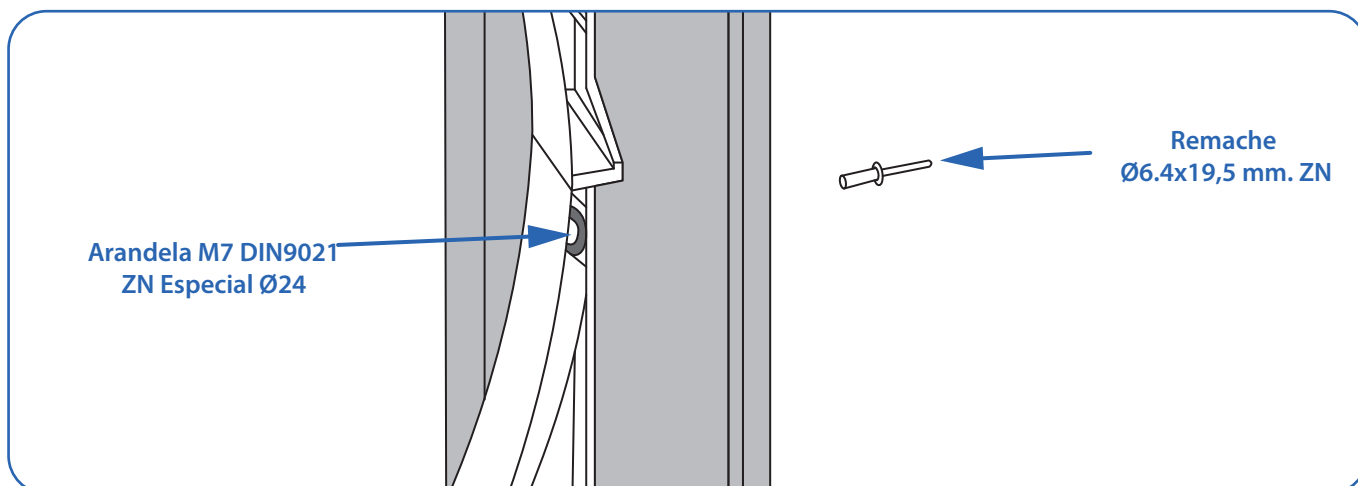
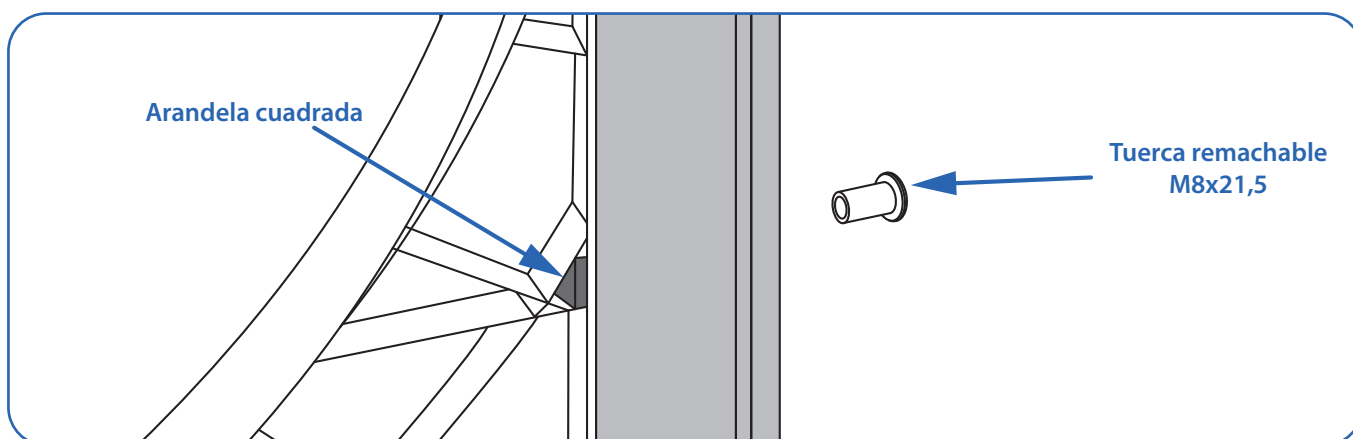

Fig. 21. Sujeción de la virola a la estructura mediante remache Ø6.4x19,5 mm. ZN.
Fig. 22. Sujeción de la virola a la estructura mediante tuerca remachable M8x21,5.
- Se sujeta la virola a la estructura con los remaches $\text{Ø}6.4 \times 19,5$ mm. ZN [10] donde anteriormente se han puesto las arandelas M7 DIN9021 [08] en la virola (Fig.21). Y posteriormente, se colocan las tuercas remachables M8x21,5 [13] donde se han puesto las arandelas cuadradas [09] (Fig.22).